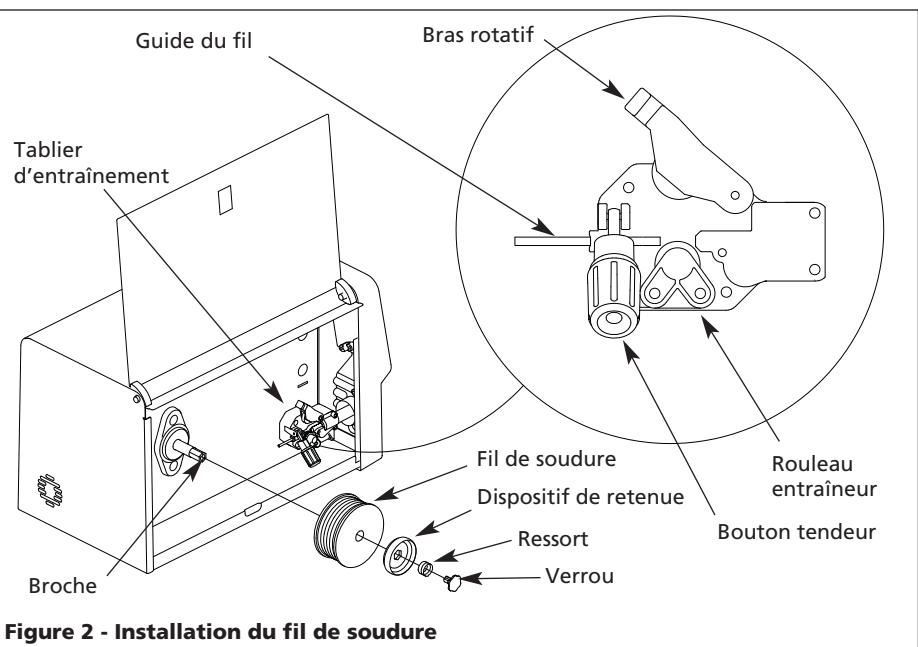

Figure 2 - Installation du fil de soudure
- Le diamètre du fil de soudure s'agence à la rainure du rouleau entraîneur sur le mécanisme d'alimentation du fil (voir figure 2).